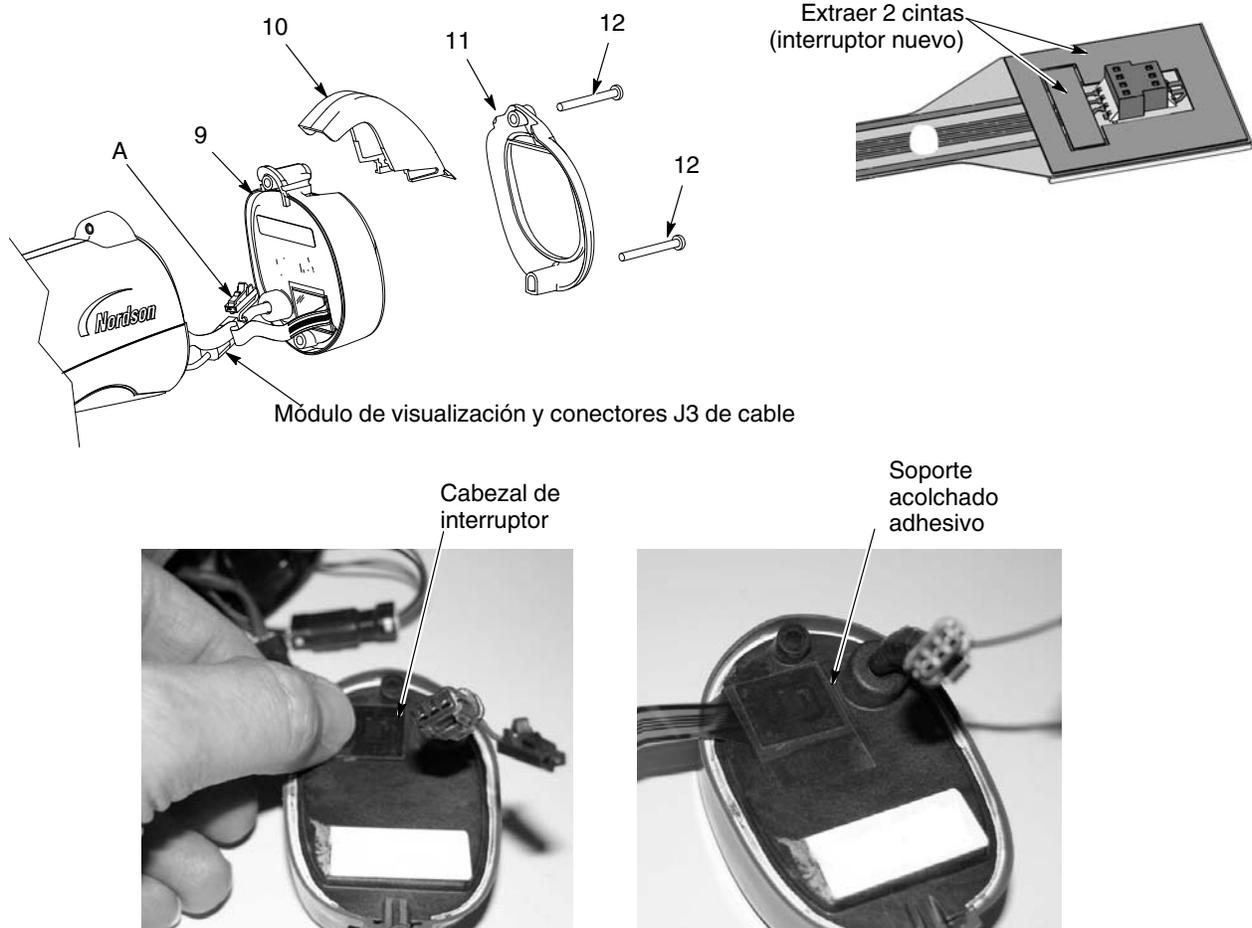

Figura 6-2 Sustitución del módulo de visualización
1. En el módulo de visualización (9), con cuidado limpiar con alcohol isopropílico la superficie sobre la que está montado el cabezal del interruptor de activación frontal, así como el área que le rodea. Dejar que se seque completamente la superficie antes de continuar.
2. En caso de instalar un nuevo interruptor de activación, extraer las dos cintas del lado del conector del cabezal del interruptor del activador, tal y como se muestra en la figura 6-2.
5. Unir el módulo de visualización K3 y el conector del cable. El conector de cable a tierra (A) no se utiliza para esta versión de pistola.
7. Deslizar el gancho (10) por el módulo de visualización, después instalar el bisel (11).
8. Instalar y apretar los tornillos (12).
- Ver la figura 6-2. Instalar el módulo de visualización tal y como se describe en *Instalación del módulo de visualización* en la página 6-2.
- Instalar el conjunto de electrodo (3) en el extremo del tubo de salida en la parte frontal del cuerpo de la pistola. Asegurarse de que el electrodo del cable no esté doblado ni roto.
- Instalar la boquilla (2) en el conjunto de electrodo, asegurando que las llaves se deslizan en el conjunto del electrodo en las ranuras de la boquilla.
- Instalar la tuerca de la boquilla (1) en la boquilla y girarla en sentido horario para fijarla.